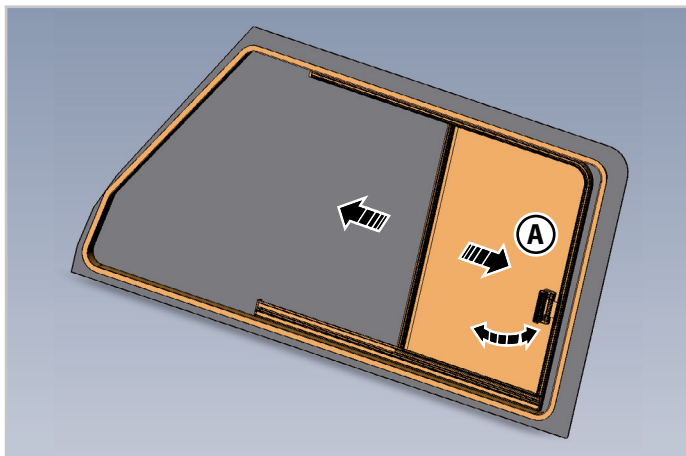

Fig.3.2 - Janela de correr do lado do passageiro
1. Pressionar o gancho da pega traseira **(A - Fig.3.2)**, soltando-a do fecho de retenção para desbloquear a janela.
2. Puxar a pega **(A - Fig.3.2)** levando a janela para a frente até à posição pretendida.
1. Puxar a pega **(A - Fig.3.2)** movendo a janela de volta para a posição fechada até que a pega esteja completamente engatada no fecho de retenção.